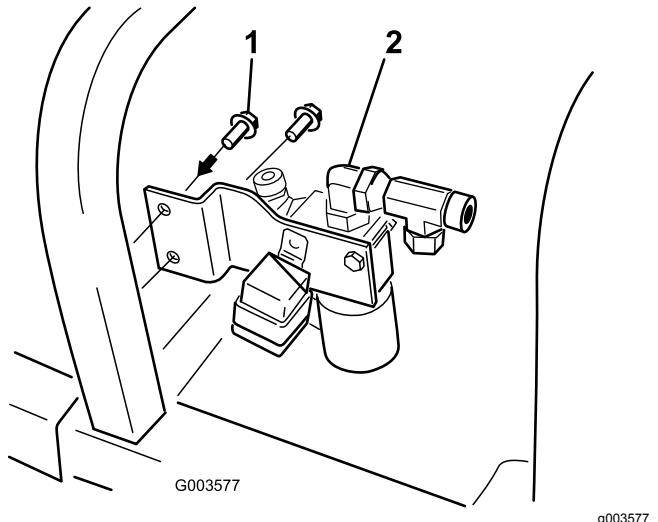

Figura 13
7. Instale o suporte da válvula na estrutura da máquina com dois parafusos autorroscantes (9/32" x $\frac{3}{4}$ "") (Figura 13).